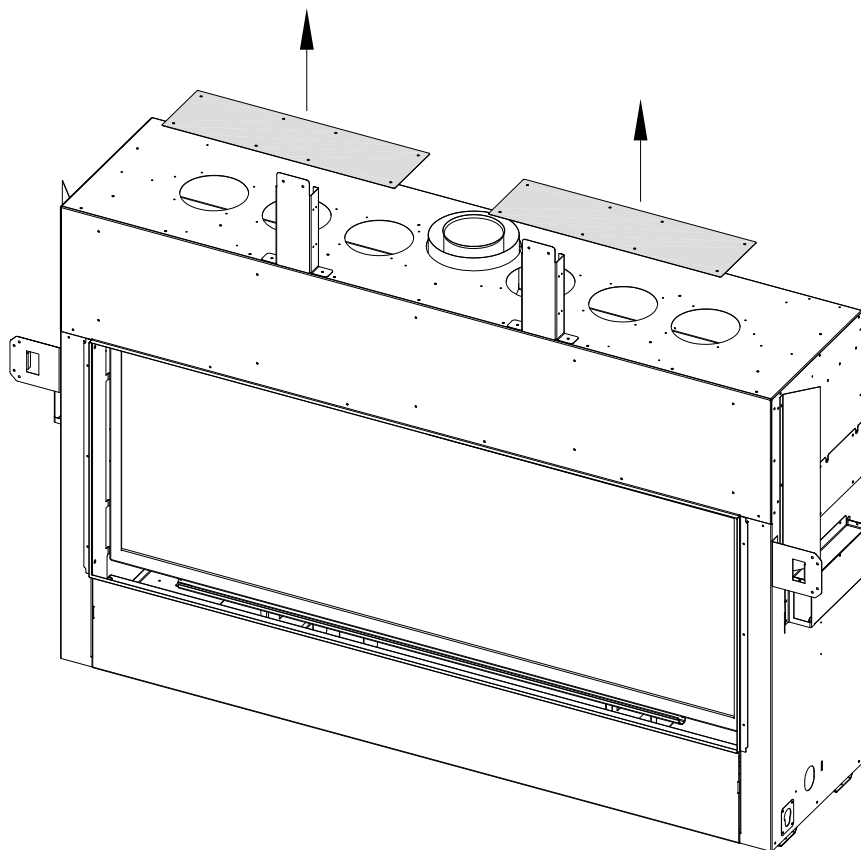
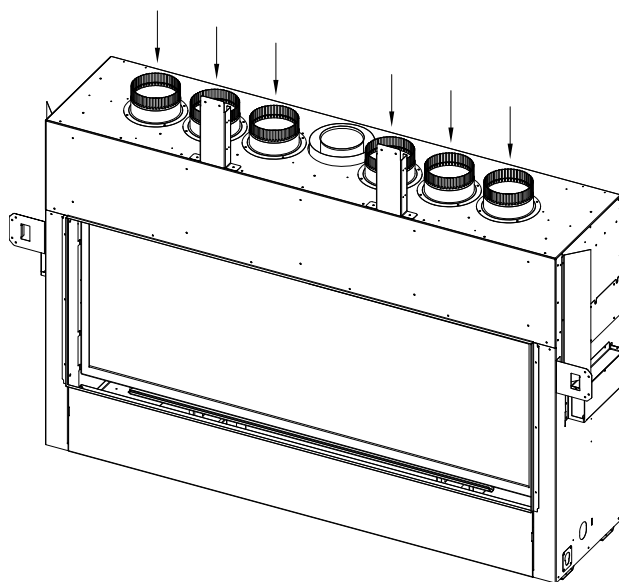

Figure 4.1 - Retrait des couvercles
Figure 4.2 - Installation des collets de raccordement du kit KZK
- Les couvercles et les déflecteurs de convection de l'appareil doivent être retirés pour installer le kit Komfort Zone, tel que montré aux Figures 4.1 et 4.3. Les collets de raccordement du kit KZK doivent être installés — Voir la Figure 4.2.
1. Retirez les (16) vis à métal qui retiennent les (2) couvercles sur le dessus du foyer, tel que montré à la Figure 4.1. Jetez ces deux couvercles. Conservez les vis à métal pour l'étape suivante.
2. Installez les collets fournis avec le kit KZK-062, tel que montré à la Figure 4.2. Réutilisez les vis à métal de l'étape précédente.